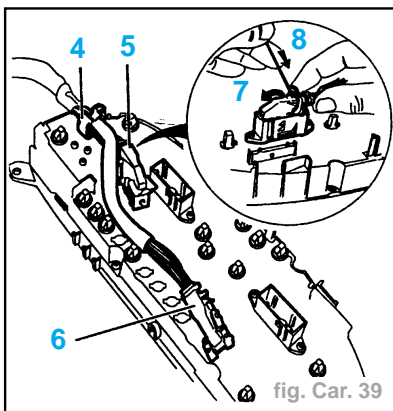

fig. Car. 39
- Dégrafer le faisceau de l'agrafe (4) (fig. Car. 39).